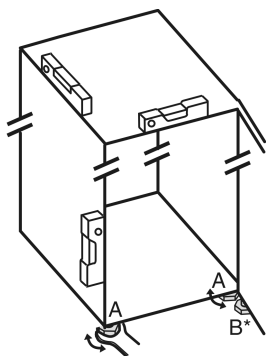

Fig. 5
- Seřizovací nožky Fig. 5 (A) vyšroubujte pomocí příloženého vidlicového klíče a pomocí vodováhy, dokud nebude spotřebič pevně vyrovnaný.
- Seřizovací nožku Fig. 5 (B) na stojanu ložiska vytáčejte pomocí příloženého vidlicového klíče, až dosedne na zem.
- Seřizovací nožku Fig. 5 (B) otáčejte dál o 90°.